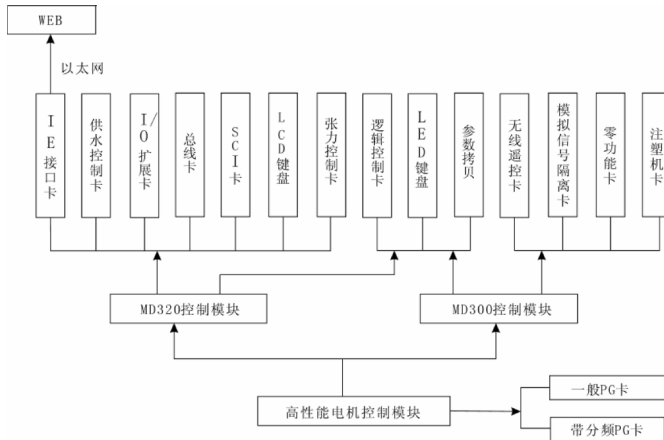

图 2 MD 系列变频器模块结构示意图
- 3) MD 系列变频器的顶层模块是行业专用模块，这是给行业专用需求提供的解决平台，客户可以使用现有的解决方案，也可以根据自身要求，进行二次开发。这些顶层子模块如图 2 所示。